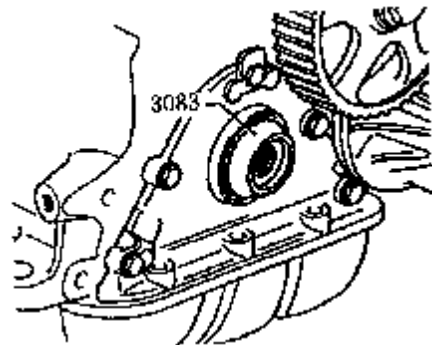

图 4-50 安装导向套筒
(1) 在油封密封唇上轻涂机油，将 3083 导向套筒装到曲轴主轴颈上，如图 4-50 所示，将油封滑到导向套筒上，